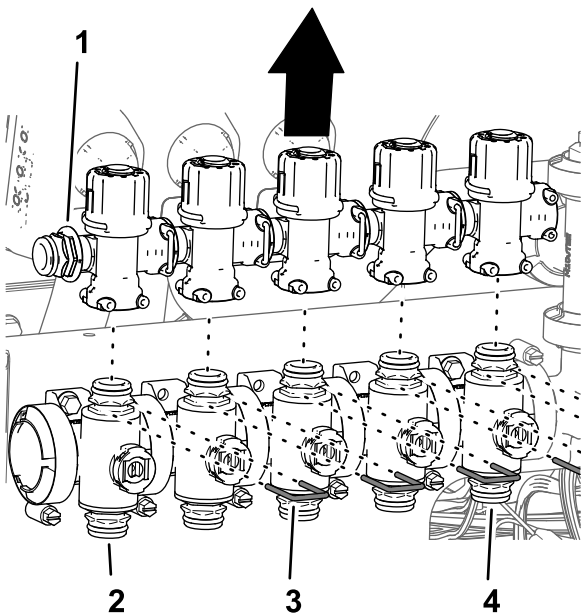

Рисунок 100
4. Снимите держатели, которые крепят перепускные клапаны к клапанам сопел с 1 по 7 (Рисунок 100).
5. Поднимите перепускные клапаны с клапанов сопел с 1 по 5 (Рисунок 100).